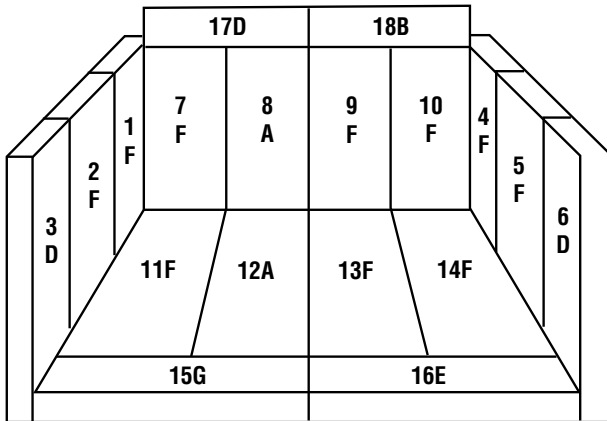

Figure 15
1. Installer les briques 1 à 18 en respectant la séquence numérotée indiquée à la **figure 15 (page 14)**.